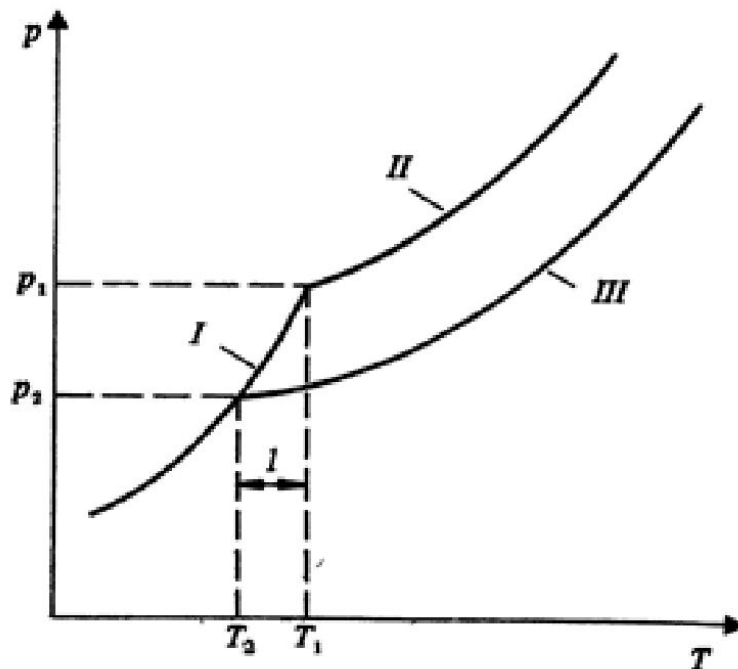

Рис. 9.5. Кривые давления пара для твердого (I) и жидкого (II) чистого растворителя, а также раствора (III):  $l$  — понижение температуры замерзания
Температура замерзания (точка замерзания) раствора ниже, чем чистого растворителя. На рис. 9.5 показано, каким образом *понижение температуры замерзания* обусловлено понижением давления пара растворителя при внесении в него растворяющегося вещества.
На рис. 9.5:  $T_1$  — это температура замерзания растворителя, т. е. точка пересечения кривых давления пара над чистым твердым (I) и жидким (II) растворителем;  $T_2$  — это температура замерзания раствора. Так как давление пара над раствором меньше давления пара над чистым растворителем, раствор замерзнет по сравнению с растворителем при более низкой температуре, т. е.  $T_2 > T_1$ .